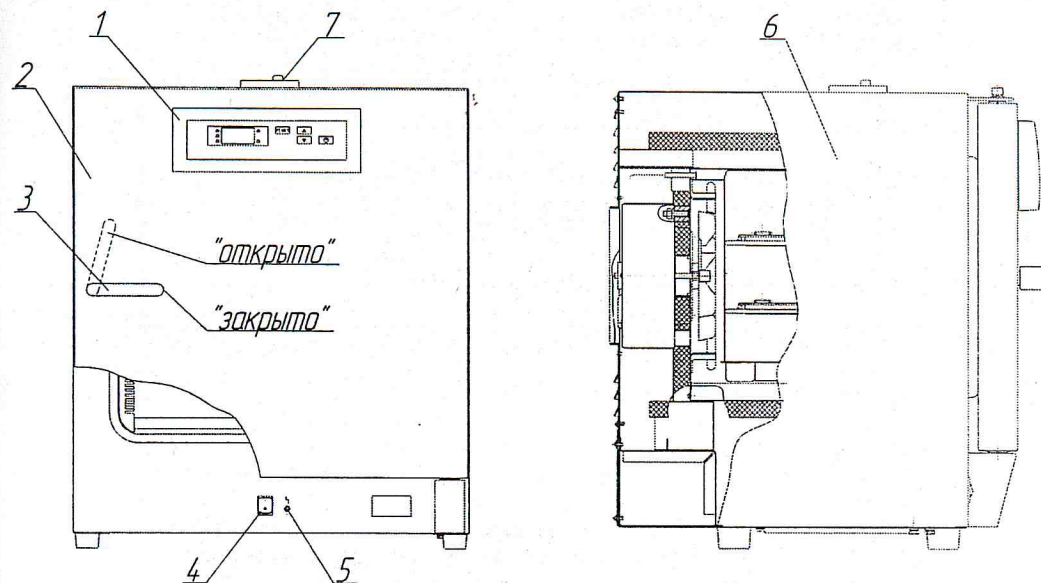
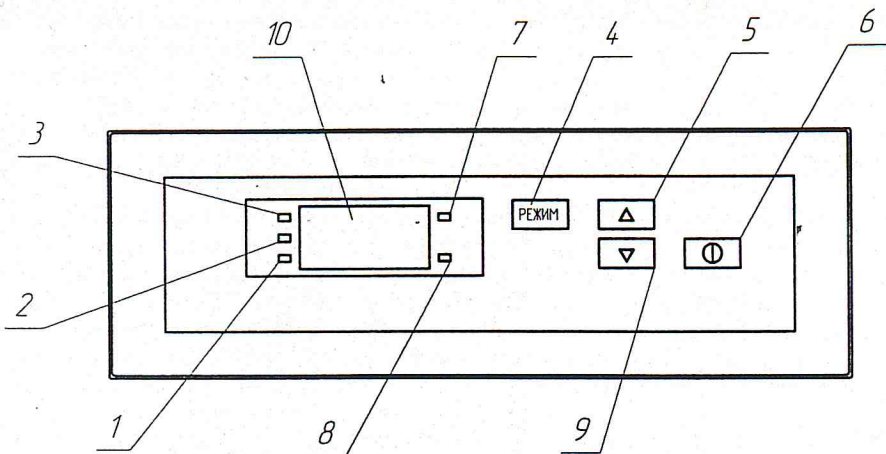

Рисунок 1 – Стерилизатор П-20-Ох-«ПЗ».
Рисунок 2 – Расположение органов управления стерилизатором на блоке управления
Внешний вид стерилизаторов приведён на рис. 1.
Управление процессом стерилизации осуществляется с панели блока управления (см. рис.2). Датчик температуры размещён внутри стерилизационной камеры. Термодатчик реле температуры, предназначенного для защиты медицинских изделий от перегрева при неисправностях в электрической схеме, размещен на задней стенке камеры.
Установить выключатель (поз.4, рис. 1) в положение "I". На блоке управления загорится индикатор (поз.7, рис. 2), показывающий текущую температуру в стерилизационной камере.
Для запуска выбранной программы одновременно (не более 2 сек) нажать на поле "Ⓜ" (поз.6, рис. 2). Стерилизатор перейдет в фазу «ПОДГОТОВКА». Информационное табло индицирует изменение температуры в камере. Происходит нагрев до установленного значения температуры.
При достижении заданной температуры стерилизатор переходит в фазу «СТЕРИЛИЗАЦИЯ». Включается светодиодный индикатор "СТЕРИЛИЗАЦИЯ" (поз.3, рис. 2), информационное табло попеременно индицирует время выдержки и текущую температуру в камере. Происходит выдержка при заданной температуре, по истечении которой стерилизатор переходит в фазу «ОХЛАЖДЕНИЕ».
В фазе «ОХЛАЖДЕНИЕ» индикатор продолжает показывать изменение температуры в камере и горит индикатор "ОХЛАЖДЕНИЕ" (поз.2,рис. 2). Температура в камере падает. При понижении температуры до 75°C гаснет индикатор "ОХЛАЖДЕНИЕ", загорается индикатор "ВЫГРУЗКА" (поз.1, рис. 2) и звучит прерывистый звуковой сигнал, который выключается через 1 минуту.
2.3.1 Установить выключатель (поз.4, рис. 1) в положение " I ". На блоке управления загорится индикатор (поз.7, рис. 2), показывающий текущую температуру в стерилизационной камере.
В алгоритм управляющей программы стерилизатора заложена возможность автоматического запуска прерванной (в результате кратковременного пропадания питающего напряжения) программы. Если после включения произошел автоматический запуск программы, то для ее остановки необходимо нажать на поле " ① " (поз.6, рис.2) и удерживать в течение 3 секунд.
2.3.3 Для запуска выбранной программы кратковременно (не более 2 сек) нажать на поле "①" (поз.6, рис. 2). При этом включится вентилятор принудительной циркуляции воздуха внутри стерилизационной камеры и стерилизатор перейдет в фазу «ПОДГОТОВКА». Информационное табло индицирует изменение температуры в камере. Происходит нагрев до установленного значения температуры.
При необходимости запущенную программу можно остановить, нажав на поле "①" (поз.6, рис.2) и удерживать в течение 3 секунд. Эту остановку можно выполнить в любой фазе стерилизации.
2.3.4 При достижении заданной температуры стерилизатор переходит в фазу «СТЕРИЛИЗАЦИЯ». Включается светодиодный индикатор "СТЕРИЛИЗАЦИЯ" (поз.3, рис. 2), информационное табло попеременно индицирует время выдержки и текущую температуру в камере. Происходит выдержка при заданной температуре, по истечении которой стерилизатор переходит в фазу «ОХЛАЖДЕНИЕ».
2.3.5 В фазе «ОХЛАЖДЕНИЕ» индикатор продолжает показывать изменение температуры в камере и горит индикатор "ОХЛАЖДЕНИЕ" (поз.2,рис. 2). Температура в камере падает..
2.3.6 При понижении температуры до 75°C гаснет индикатор "ОХЛАЖДЕНИЕ", загорается индикатор "ВЫГРУЗКА" (поз.1, рис. 2) и звучит прерывистый звуковой сигнал, который выключается через 1 минуту.